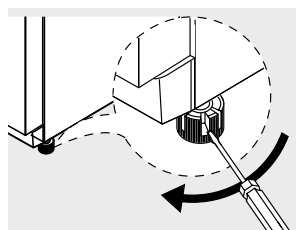

Figura 23
- Inserte un destornillador en la hendidura de la rueda derecha (parte inferior del refrigerador) y enrosque hasta que la puerta esté nivelada (enrosque para subir la puerta del refrigerador y desenrosque para bajarla). (Figura 23)